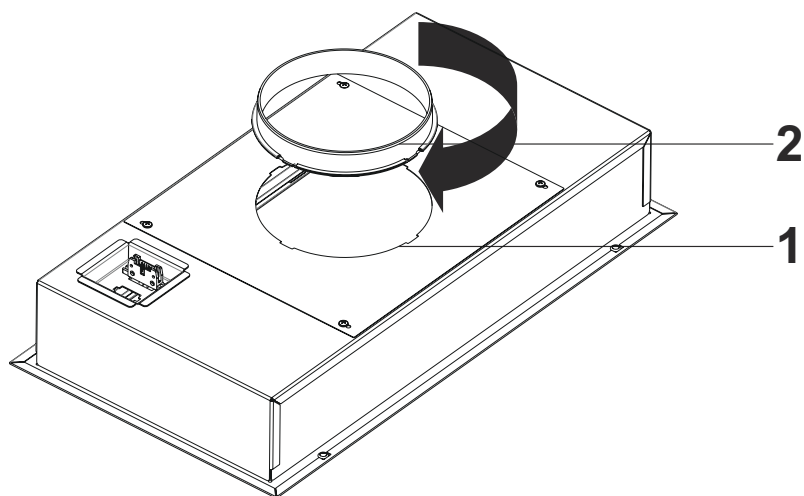

Fig. 26
**9.** → Sæt ø150mm aftræksstuds ind i det runde hul og drej den fast i urets retning (Fig. 26).